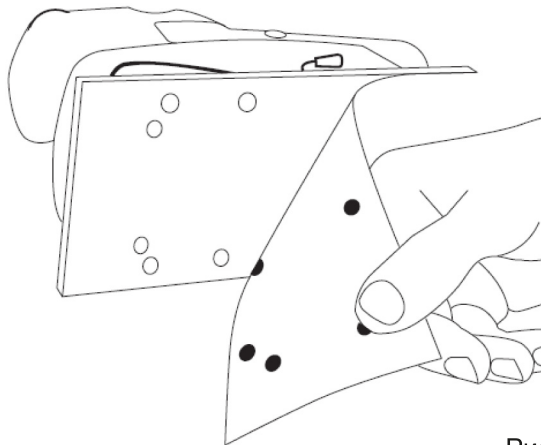

Рис. 2
3. Приложите лист к подошве совместив отверстия на абразивном листе с отверстиями на подошве (Рис. 2)